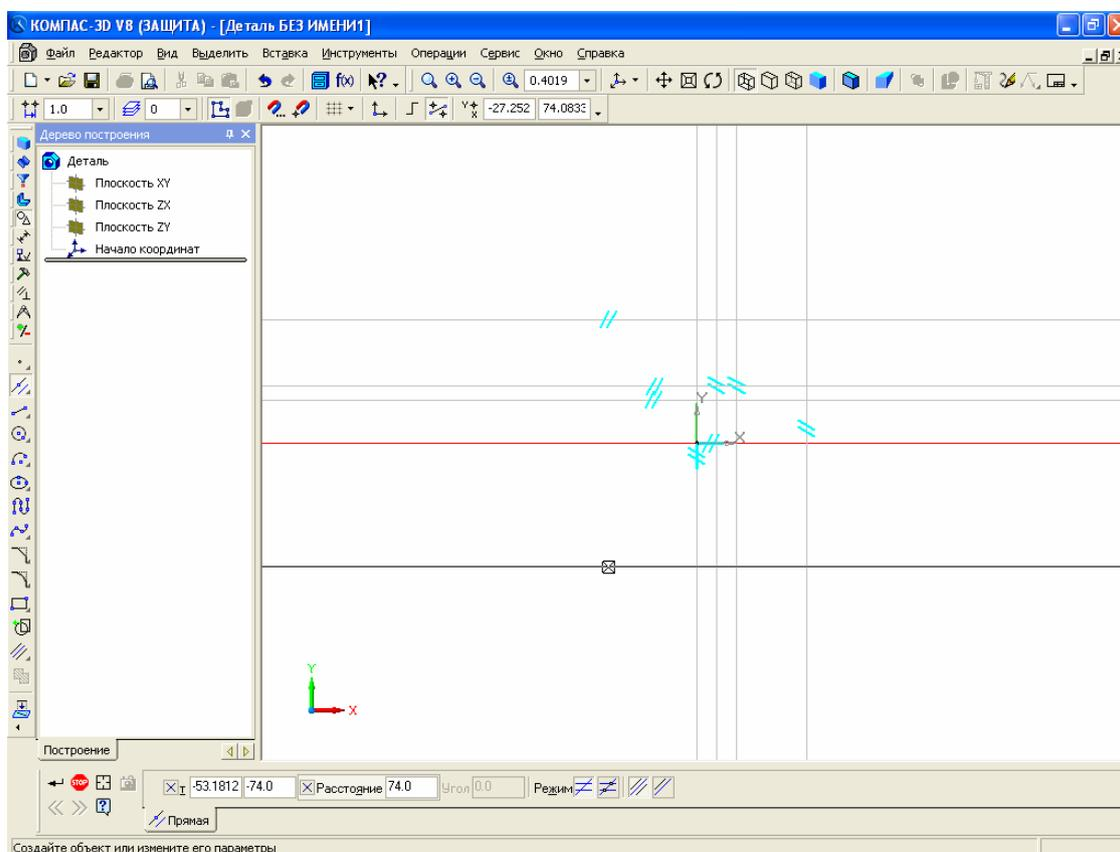

Рис.13. Вид рабочего поля после построения всех вспомогательных прямых
9. Аналогично постройте все вспомогательные прямые в соответствии с эскизом. Получится изображение, представленное на рис. 13.